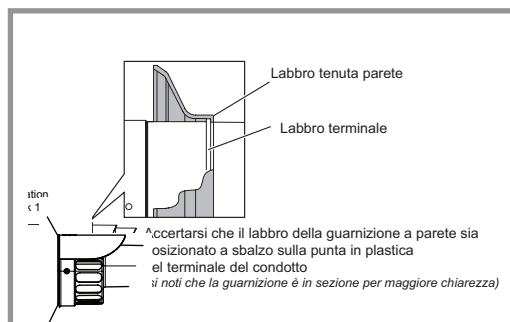

figura 16 - Tenuta da parete
- Posizionare le guarnizioni da parete del terminale in gomma interna ed esterna e assicurarsi che siano entrambe correttamente a tenuta. (Figura 16 e 17).